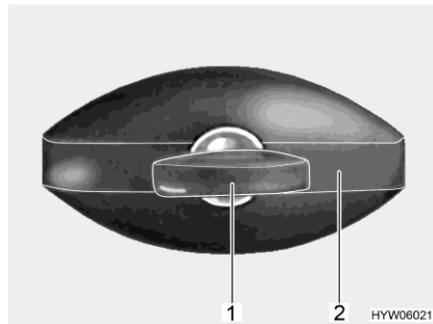

Fig. 33 Cerradura de la trampilla (de forma elíptica, cerrada)
- Introducir la llave en el cilindro de cierre (Fig. 33,1) y girarla un cuarto de vuelta en sentido contrario a las agujas del reloj. El asidero de la cerradura (Fig. 33,2) se abre de golpe.